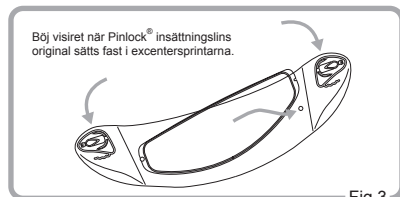

Fig.3
2. Böj visiret försiktigt tills visiret är plant. Därefter, klicka fast den andra sidan av Pinlock® insättningslins original i excentersprintarna och låt sedan visiret försiktigt återgå till dess ursprungliga krökta form. (Fig. 3 och 4) (Fortsätt vid 3 på nästa sida)